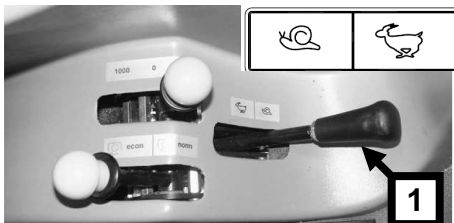

Рисунок 5-5 Рычаг редуктора "черепаха-заяц".
• перевести рычаг редуктора 1 (рис. 5-5), в зависимости от надобности, в положение: